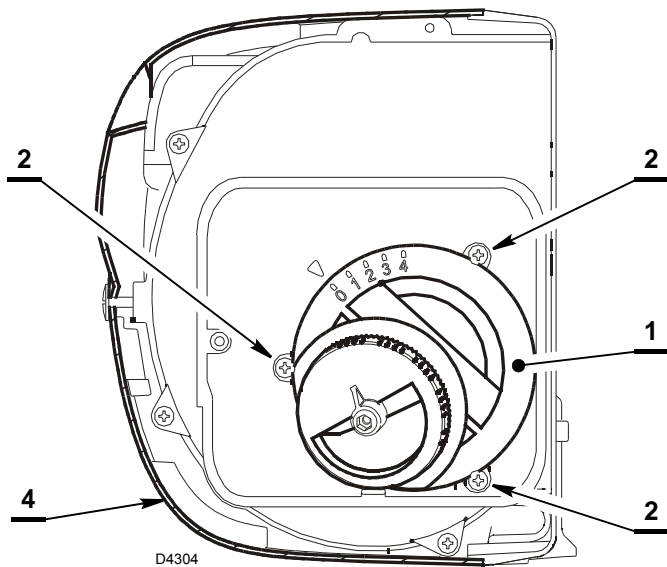

Abb. 23
- die Brennerhaube 4) (Abb. 23) entfernen, die Befestigungsmutter am Flansch abschrauben und den Brenner entnehmen;
- Die drei Schrauben 2) (Abb. 23) (4) lockern, und die Luftansauggruppe 1) herausnehmen.